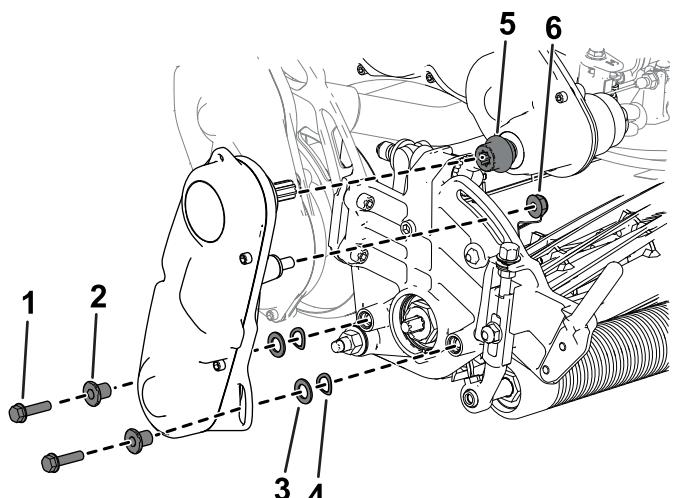

图 38
6. 使用先前卸下的内六角螺丝、垫圈和隔片将滚刀驱动总成固定到滚刀组侧板上 图 38。
确保滚刀驱动总成驱动轴安装在变速箱驱动轴联轴器上 图 38。